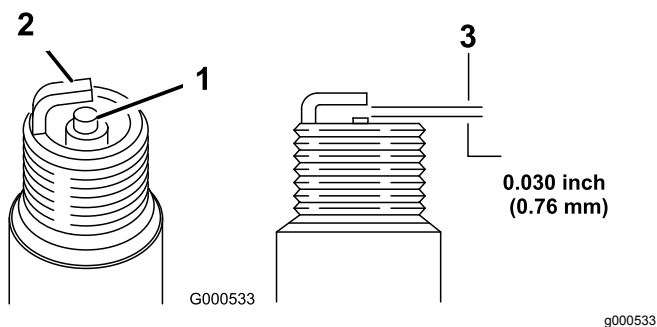

Рисунок 22
5. Установите в свече зазор, равный 0,76 мм; см. (Рисунок 22).